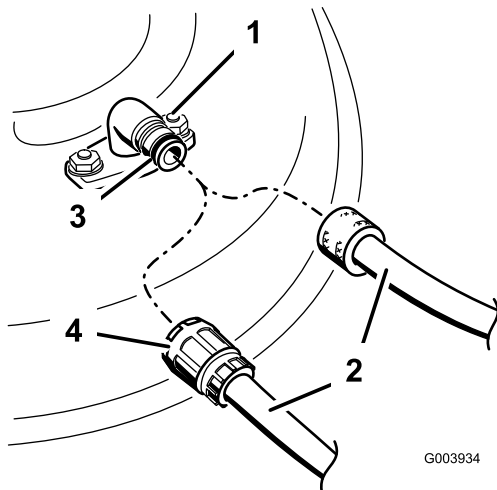

Figure 77
3. Branchez le raccord du tuyau au raccord de lavage du plateau de coupe et ouvrez l'eau en grand (Figure 77).